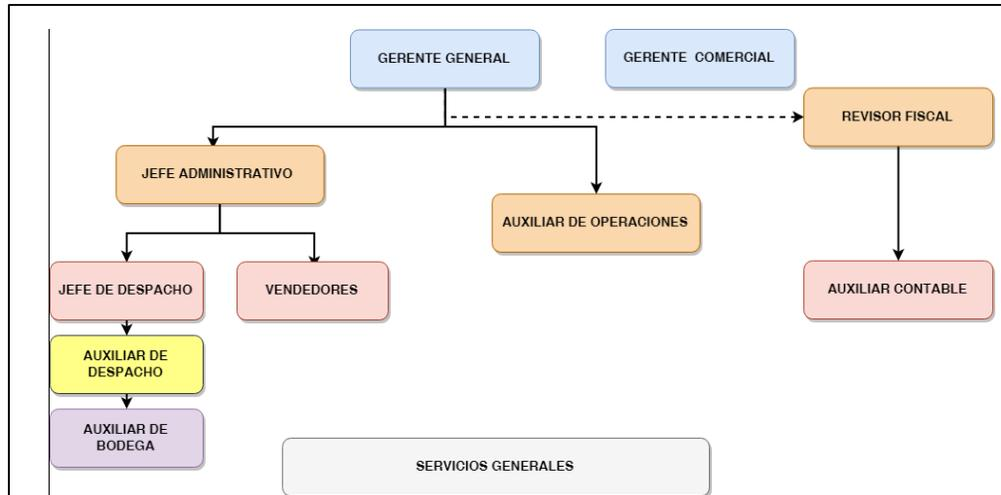
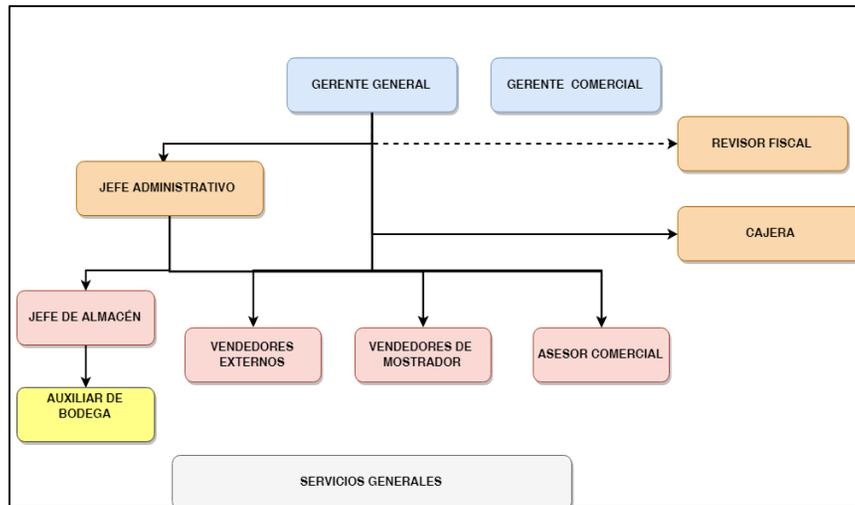
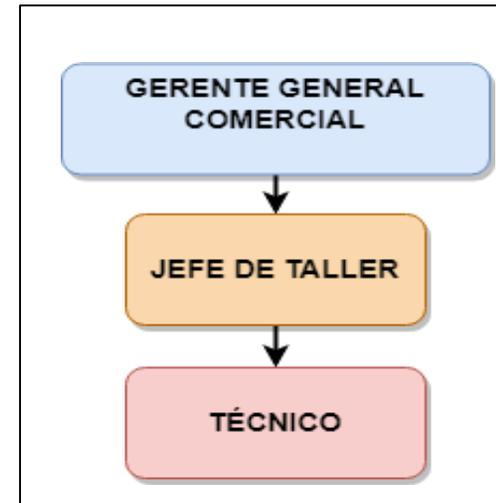

Figura 3. Estructura organizacional identificada para Coagro Internacional
Figura 4. Estructura organizacional identificada para Coagro Comercial
Figura 5. Estructura organizacional identificada para Dr Coagro
Finalmente, la recolección de información y el agrupamiento de los dos elementos propuestos Nadler y Tushman, generó las bases requeridas para elaborar la estructura organizacional informal con la que el grupo empresarial ha venido trabajando durante los últimos años. Se identificaron tres (3) unidades de negocio: Coagro Internacional (ver Figura 3), Coagro Comercial (ver Figura 4) y Dr Coagro (ver Figura 5).